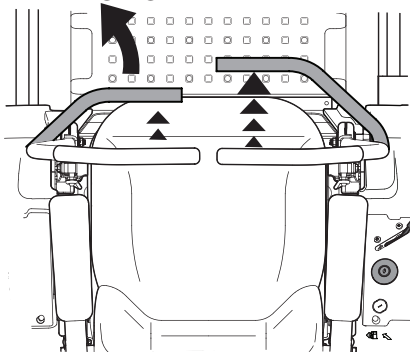

Figure 3-4
1. Pour tourner à gauche, tirez la barre de conduite gauche vers vous et poussez la barre de conduite droite vers l'avant. Voir Figure 3-4.